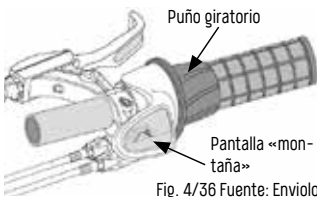

Fig. 4/36 Fuente: Enviolo
- Giro en sentido horario: la pantalla muestra una montaña („Fig. 4/ Fuente: Enviolo“ en la página 36). Esta relación de transmisión se debe ajustar para arrancar o subir una cuesta.